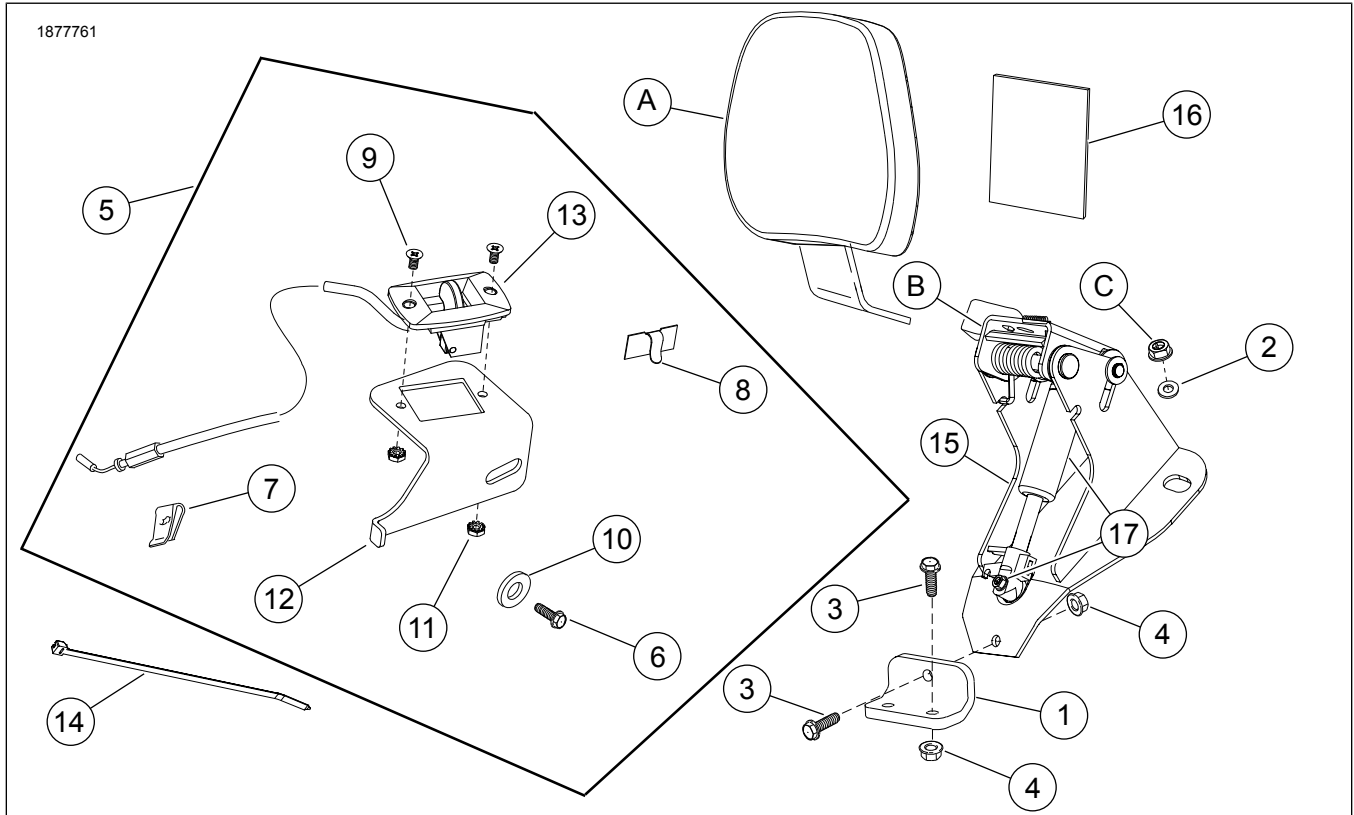
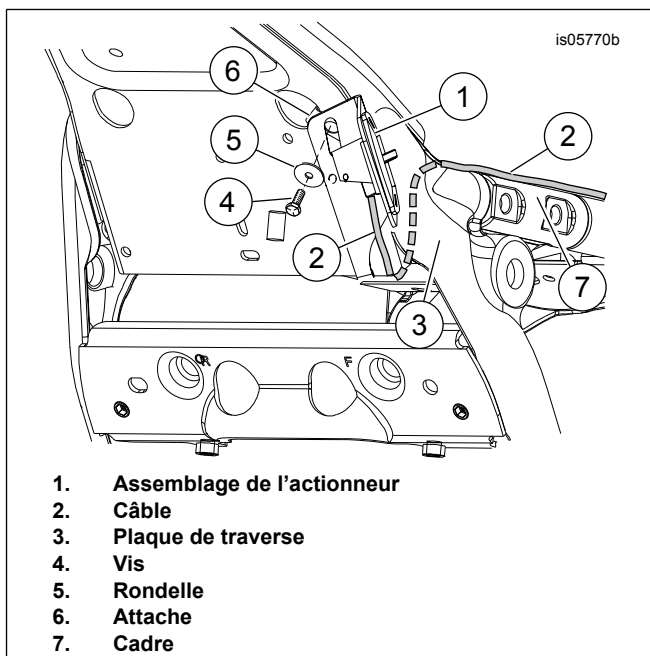

Figure 1. Contenu du kit : Kit de montage de dossier pilote réglable FL
Figure 8. Installez l'assemblage de l'actionneur
9. Voir Figure 1 . Installer la poignée de l'actionneur (13) avec le câble sur le support de la poignée de l'actionneur (12) de sorte que le câble soit dirigé vers le bas lorsqu'il est installé.
10. Fixez-le à l'aide de vis (9) et de rondelles (11).
11. **Modèles sans déflecteurs d'air à cadre central :** Voir Figure 8 .
- a. Faites glisser la face plate de l'assemblage de l'actionneur (1) derrière les fils de la bougie d'allumage.
- c. Fixez-le à l'aide de vis (4) et de la rondelle (5). Serrer.
14. Voir Figure 1 . Monter le guide-fil (8) sur le support.